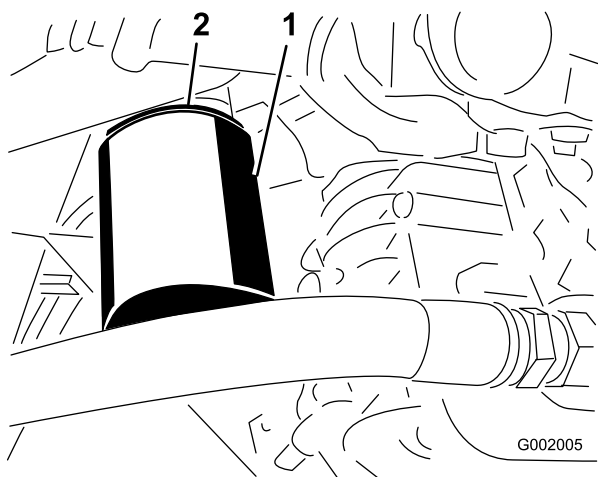

Figura 66
4. Retire el filtro (Figura 66).